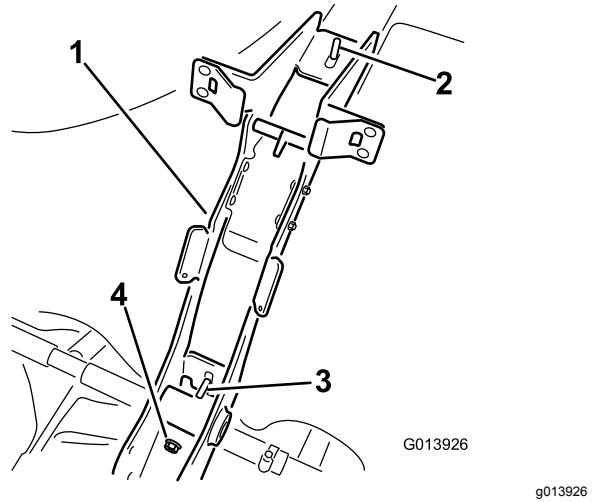

Figura 4
- Prenda a estrutura de suporte principal na cinta do depósito (Figura 4) utilizando duas porcas de bloqueio flangeadas (3/8 pol.).